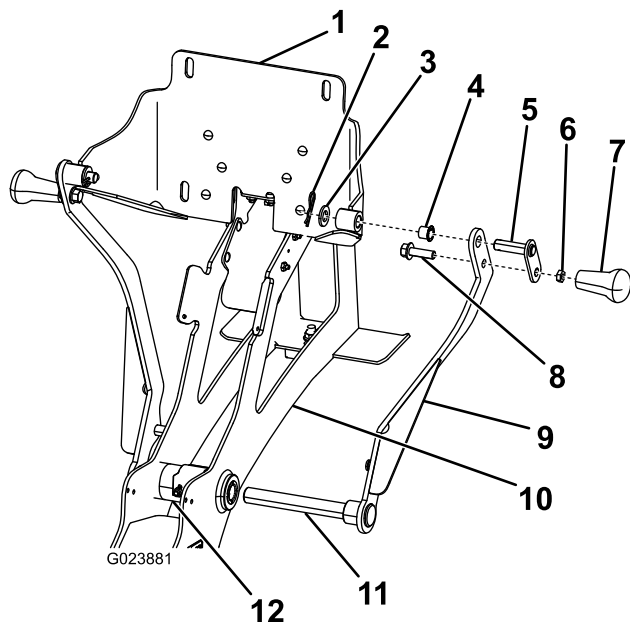

Figura 6
1. Inserite l'asse del braccio della base destro attraverso l'albero a cerniera (Figura 6).
2. Accoppiate in modo allentato il braccio sinistro all'asse esposto sull'altro lato del telaio. (Figura 6).
3. Sul gruppo contropiastra, installate le 2 rondelle piccole nei punti di articolazione della contropiastra (Figura 6).
4. Spostate il gruppo contropiastra in sede tra i fori superiori di ciascun braccio (Figura 6).
5. Montate un perno di articolazione attraverso il foro superiore del braccio e il gruppo contropiastra. (Figura 6).
6. Fissate la manopola al gruppo contropiastra utilizzando una rondella piana e una coppiglia, come illustrato nella Figura 6.
7. Fissate le manopole ai fori inferiori sui bracci (Figura 6) con un bullone ($\frac{3}{8}$ " x $1\frac{1}{4}$ ") e un controdado ($\frac{3}{8}$ ").
8. Fissate il perno di articolazione superiore del braccio della base sinistro alla contropiastra con una rondella ($\frac{1}{2}$ ") e una coppiglia (Figura 6).